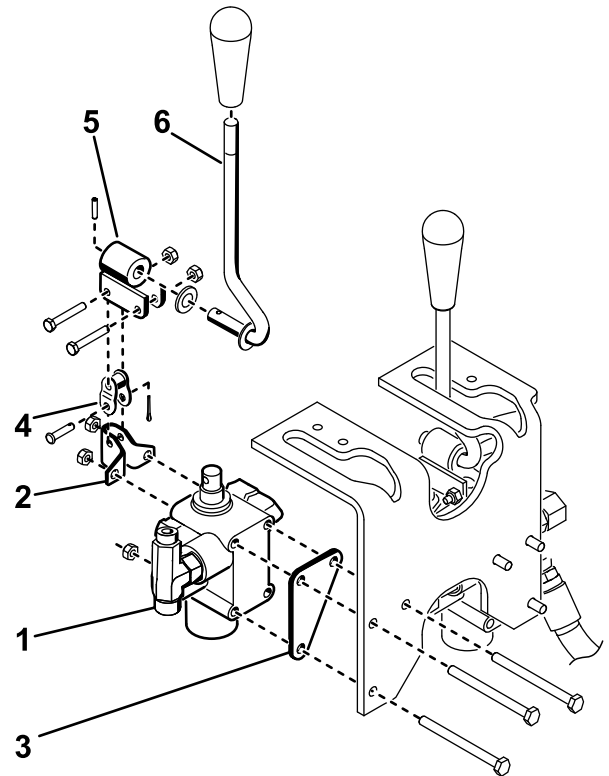

図 11
4. バルブアセンブリ、ピボットブラケット、バルブプレートをフレームに取り付けるボルト 1/4 x 3" 3 本とロックナット 3 個を使用する 図 11。取り付けるとき、バルブプレートをフレーム部材に対向させてセットし、ボルトを 10 12 N·m 1.01.3 kg·m = 90 110 in·lb にトルク締めする。
5. ボルト 2 本 #10 x 1 1/4" とロックナット 2 個を使って、ピボットレバーアセンブリを、バルブスプールとオフセットリンクに仮止めする 図 11。